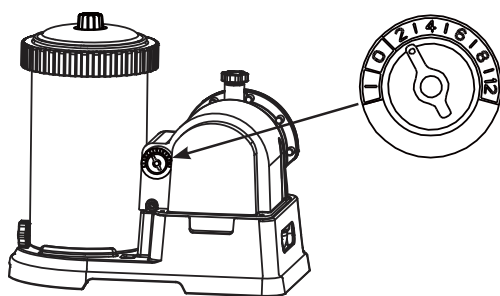

FIG 10
- A. Priključite strujni kabl u strujnu utičnicu i podesite dugme tajmera na željene časove rada (**Pogledajte Fig. 10**). Za željeno vreme rada s obzirom na veličinu bazena pogledajte "Tabelu vremena rada".